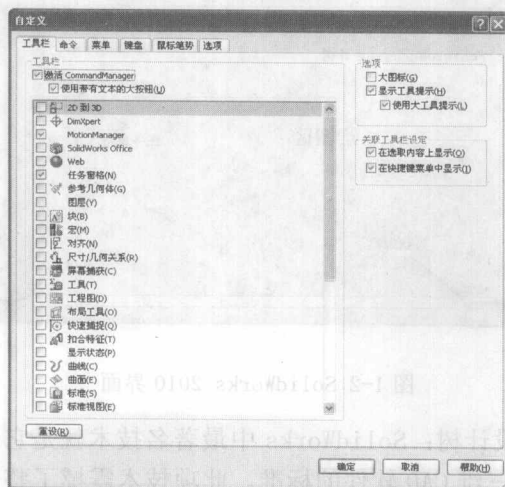

图 1-3 [自定义]对话框的[工具栏]选项卡
- (1) 打开零件、工程图或装配体文件。
- (2) 选择 [工具] | [自定义] 或在工具栏区域右击, 在弹出的快捷菜单中选择 [自定义], 则会弹出 [自定义] 对话框, 如图 1-3 所示。